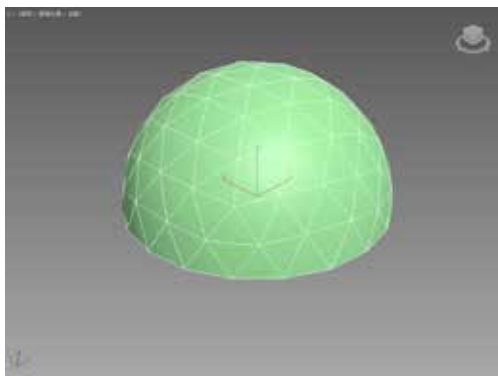

图 2-61 半球效果
STEP 06 选中“半球”复选框，几何球体将更改为半球形状，如图 2-61 所示。